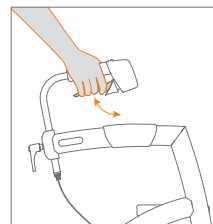

Figure 22: Desserrage du frein de stationnement.
- d. Vous voulez retirer le déambulateur de la position de stationnement ? Serrez à nouveau les freins à main et relâchez-les (Figure 22). La position de stationnement est maintenant annulée.